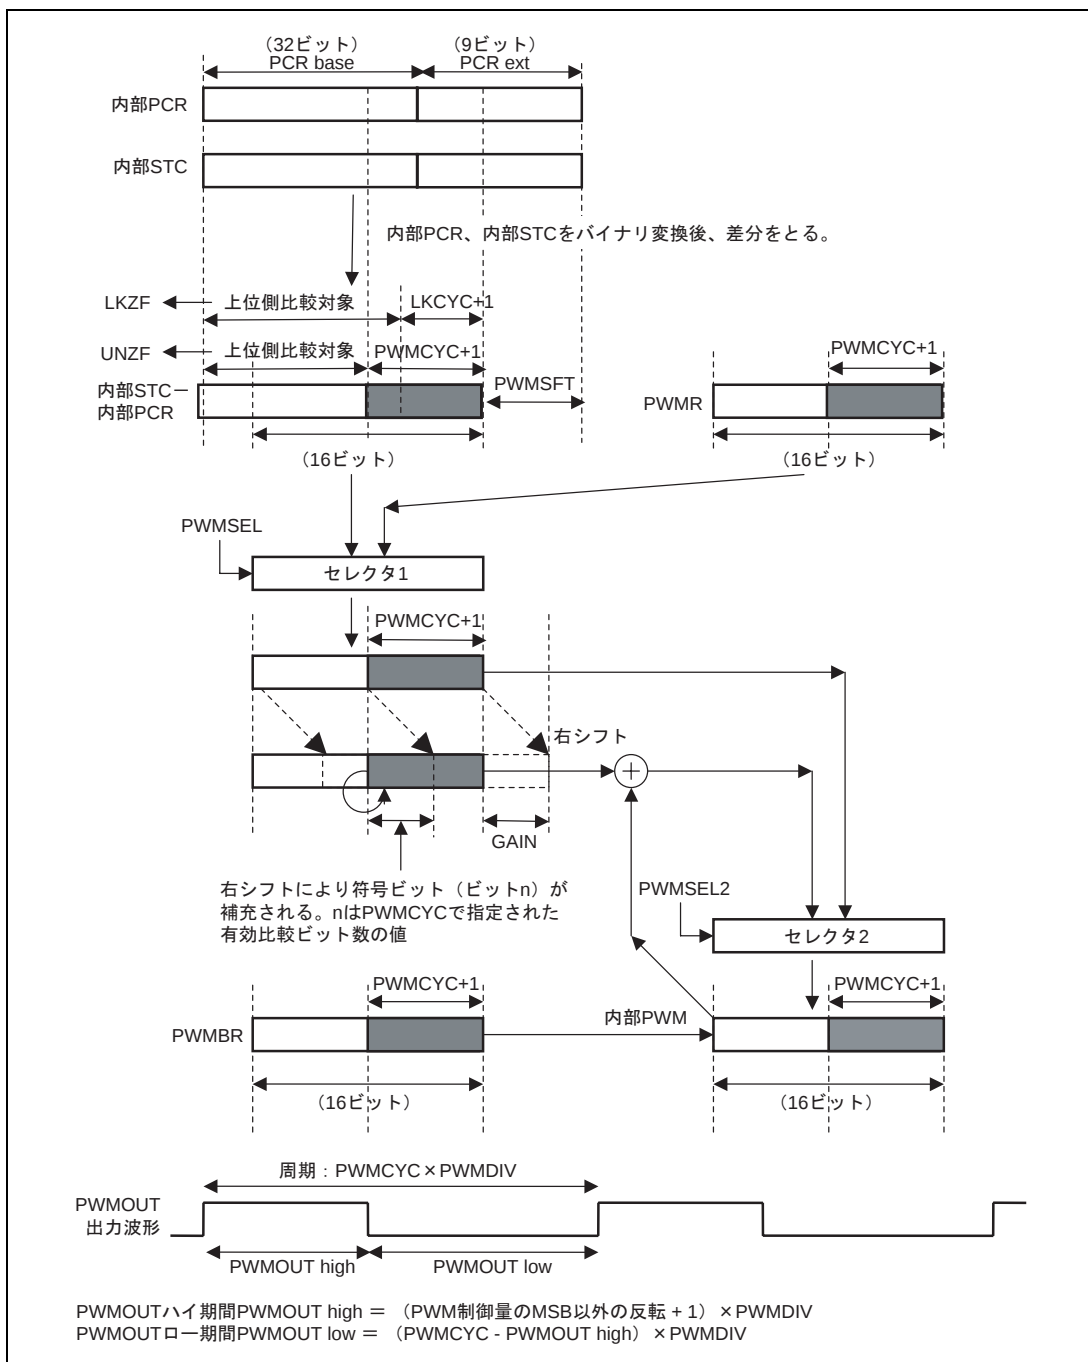

図 1.9 レジスタ設定の説明図
シフトされたビット（図1.9のPWMSFT幅のビット）はPWM制御量の比較の対象にはなりません。
9. PWM制御量は、PWMRレジスタに指定することで直接行うこともできます。その場合、PWMSEL=1に設定します。この場合の、PWMCYCの役割は内部STCレジスター内部PCRレジスタと同様に有効比較ビット数になります（図1.9参照）。
7. 反映されたPWM制御量でPWMOUT出力端子からは図1.9に記載のような波形が出力されます。